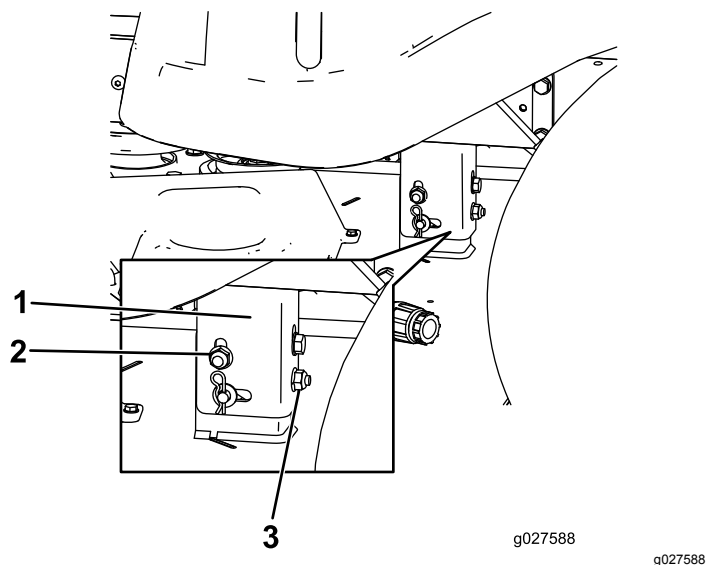

Figure 55
- Élevez ou abaissez le côté gauche du tablier de coupe en tournant l'écrou de blocage arrière. (Figure 55).